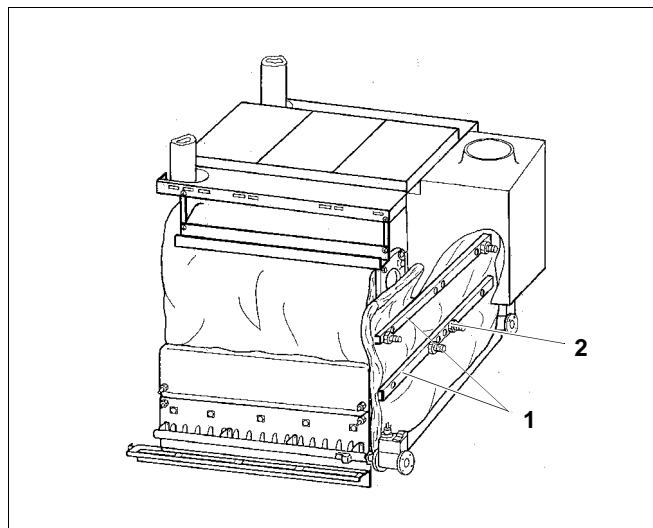

Fig. 53 Monter les cornières de la face arrière
- Glisser les deux cornières de la face arrière (fig. 53, **pos. 1**) sur les entretoises d'écartement (fig. 53, **pos. 2**) et fixer avec des écrous M8.